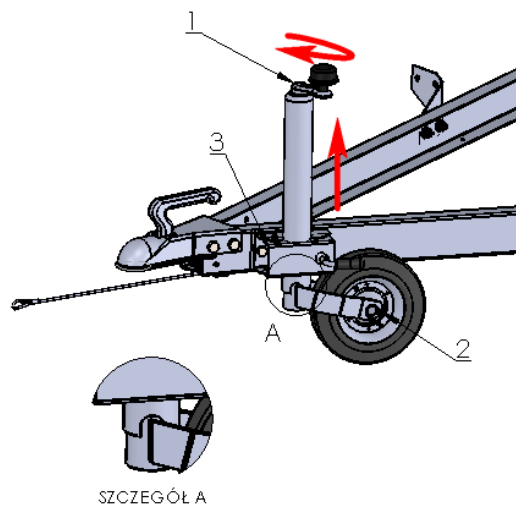

Abb. 4. Schema der Stützradhandhabung
- 1) Schraube durch das Drehen der Kurbel des Stützrades 1 im Uhrzeigersinn bis zum Anschlag schrauben, dabei Stütze in die Innenrohraussparung (Detail A Abb. 4) eingreifen lassen.
- 2) Klemme 3 öffnen und das Stützrad 2 maximal heben (Abb. 4).
- 3) Klemme 3 festdrücken (Abb. 4).